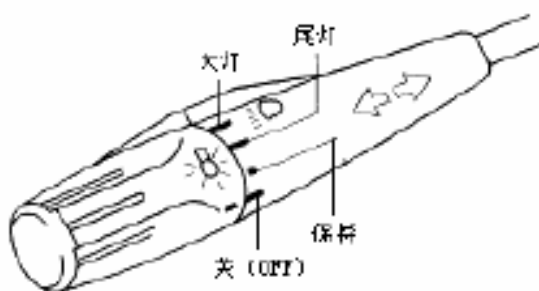

图 6.1-15 组合开关
1、灯光开关 现代汽车上用的较多的是一体式组合开关。图 6.1-15 所示为一种丰田汽车使用的组合开关。转动开关端部，便可依次接通尾灯（包括位灯）和前照灯，将开关向下压，由近光变为远光，将开关向上扳，可变为远光。此位置用来作为行车时的超车信号，松手后开关自动弹回近光位置，前后扳动开关，可使左右转向灯工作。